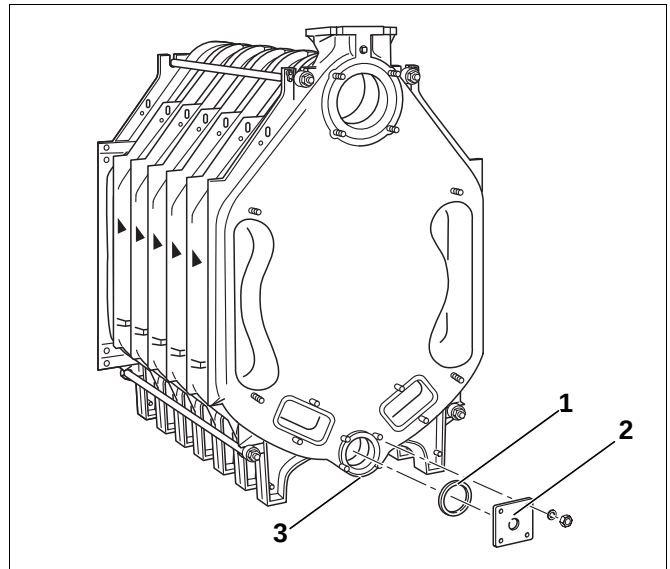

Abb. 26 Flansch montieren
- Untere Kesselnabe (Abb. 26, **Pos. 3**) von vorne und hinten verschließen. Dazu entsprechende Dichtung (Abb. 26, **Pos. 1**) auf die jeweilige Kesselnabe legen und Blindflansch der Kantenlänge 110 mm aufschrauben.
Der Flansch mit der Gewindebohrung (R ¾) für den Füll- und Entleeranschluss (Abb. 26, **Pos. 2**) wird dabei auf der Kesselrückseite montiert.